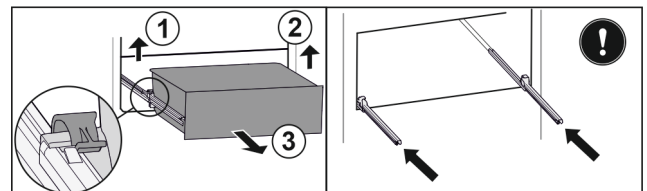

Fig. 173
- Linke Klemme anheben und gleichzeitig Schubfach links nach vorne ziehen. Fig. 173 (1)
- Rechte Klemme anheben und gleichzeitig Schubfach rechts nach vorne ziehen. Fig. 173 (2)
- Schubfach nach vorne entnehmen. Fig. 173 (3)